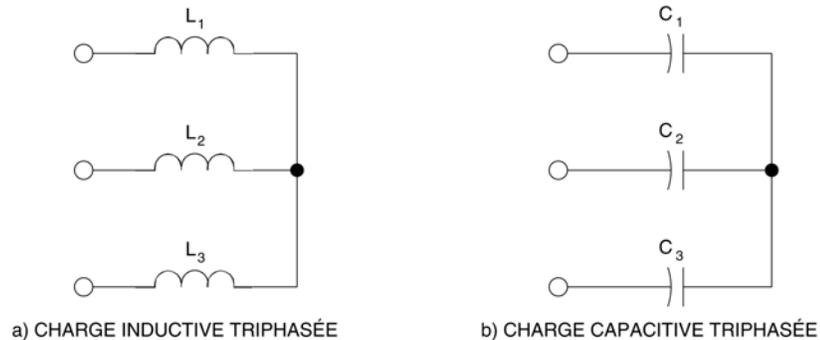

Figure 6-8. Charges inductive et capacitive triphasées.
13. Remplacez la charge résistive triphasée raccordée à la sortie de l'alternateur (points A, B et C de la figure 6-7) par la charge inductive triphasée de la figure 6-8 (a). Assurez-vous que tous les interrupteurs du module Charge inductive sont ouverts.
triphasée de la figure 6-8 (b). Assurez-vous que tous les commutateurs du module Charge capacitive sont ouverts.